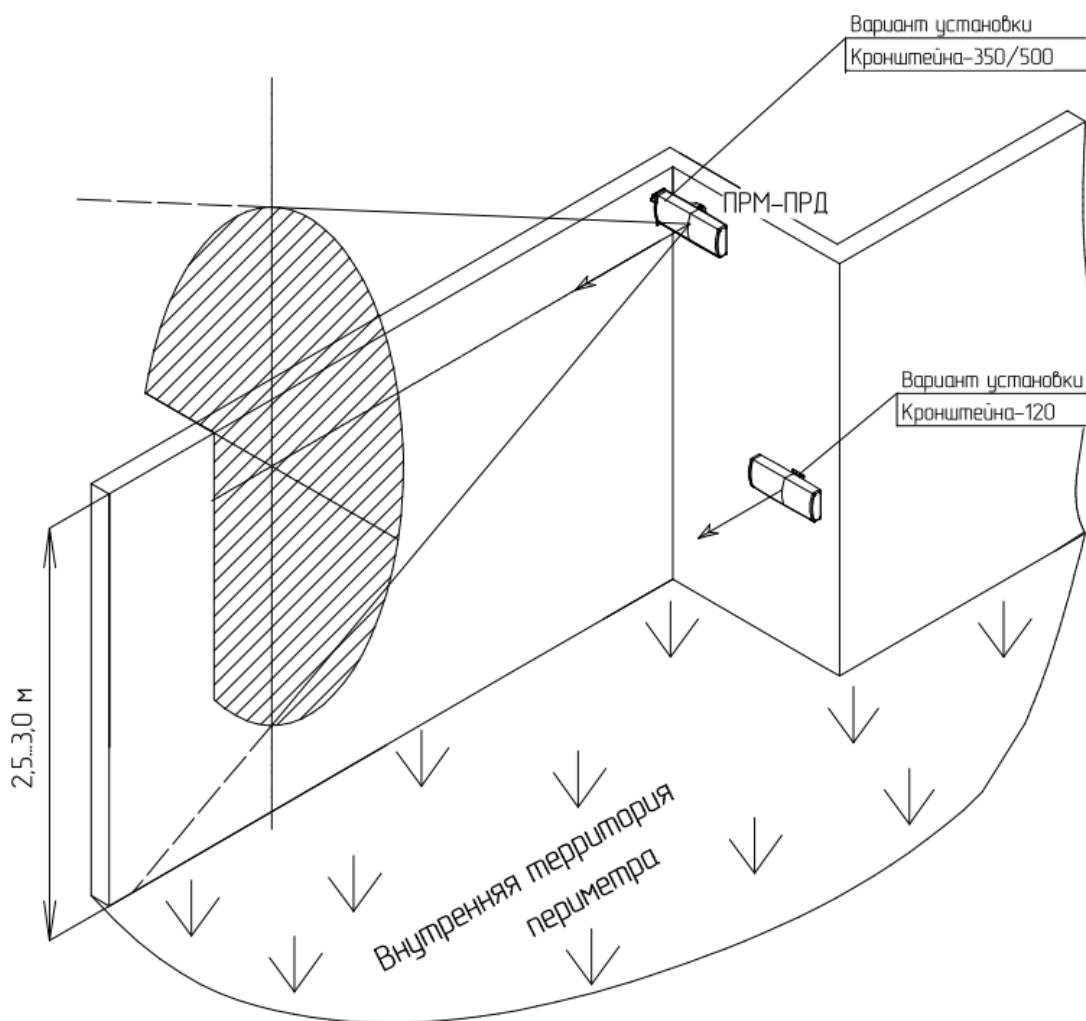

Рисунок 2.4 - Примеры установки извещателя с применением выносных Кронштейнов 500, 350, 120
- Кронштейн-120 (вынос 120 мм) рекомендуется применять, если направление излучения блока перпендикулярно плоскости опорной поверхности, или находится в пределах угла ( $90^\circ \pm 40^\circ$ ) (см. рисунок 2.4).